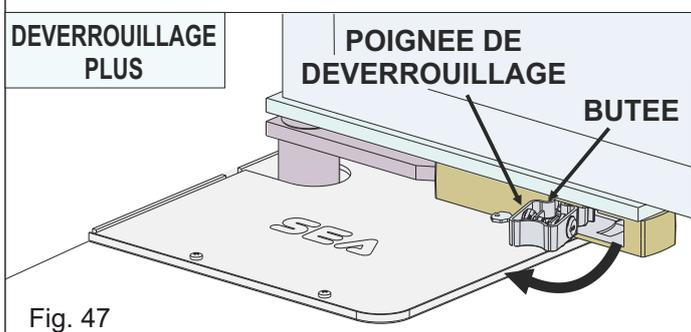

Fig. 47
- tirez la clé vers l'extérieur jusqu'à sa butée, afin de libérer la poignée du système de déverrouillage (Fig.47)